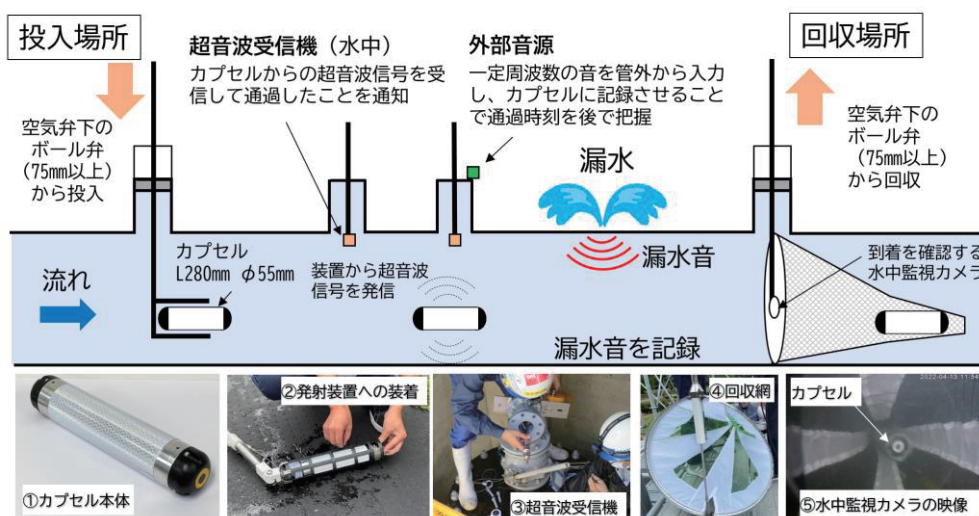

図1 漏水位置特定技術の概要
- 図1のように、管内にアクセスできる空気弁や開水路とのトランジション部分からカプセルを投入し、下流側でカプセルを回収します。流下中に記録した管内音から、漏水音を抽出します。